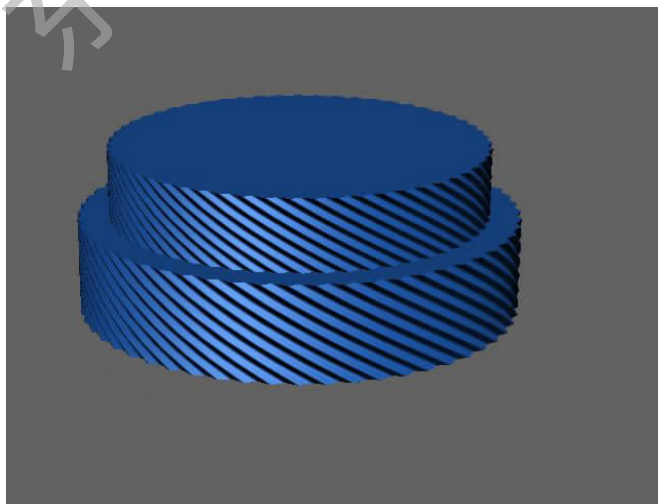

图 2-60 沿 Z 轴复制
Step 4. 按着 Shift 键沿 Z 轴复制, 并用缩放工具等比缩小, 如图 2-60。